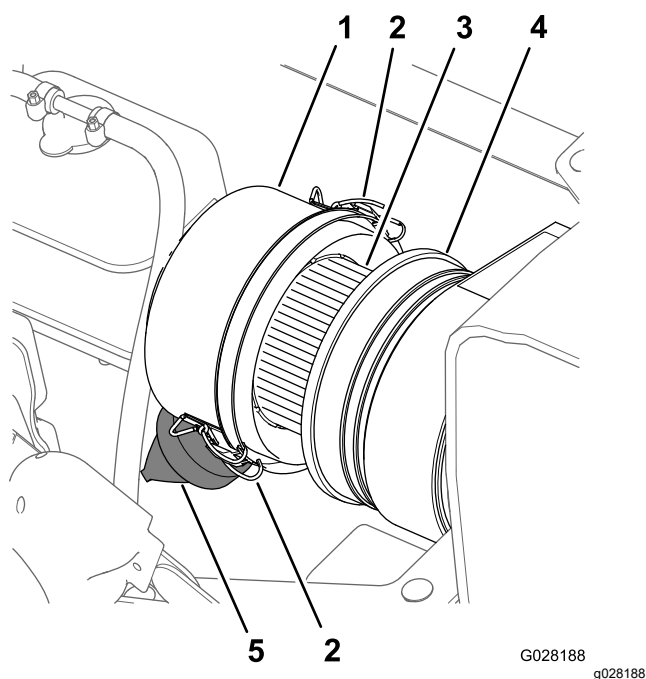
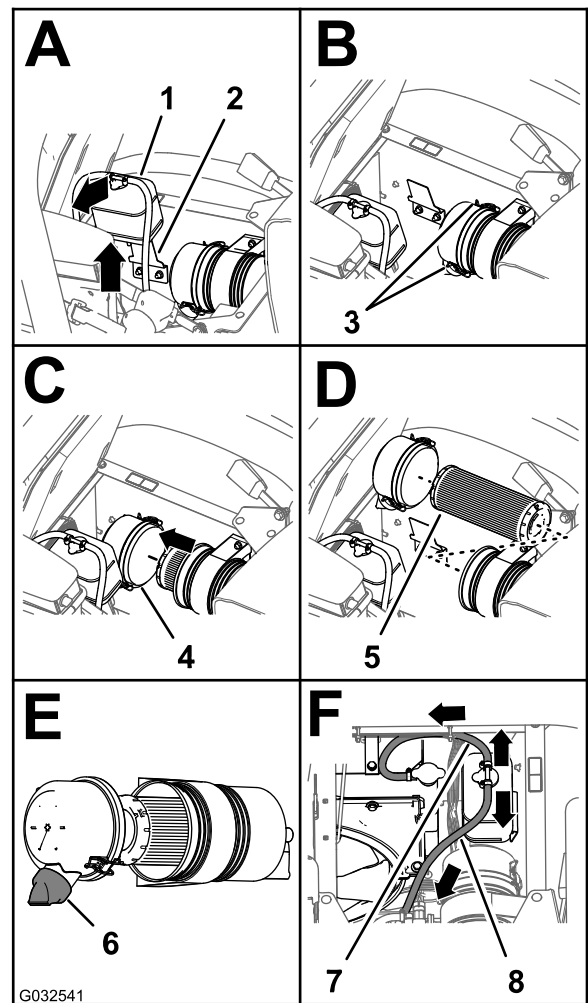

Figura 110
Figura 111
3. Limpie el tapón guardapolvo y el cuerpo del limpiador de aire (Figura 110).
4. Inspeccione la carcasa del limpiador de aire en busca de daños que pudieran causar una fuga de aire (Figura 110).
5. Apriete la válvula de polvo para limpiarla de suciedad, polvo y residuos (**Figura 110**).
7. Compruebe si el elemento del filtro de aire tiene una acumulación excesiva de suciedad, polvo y residuos (**Figura 110**).
8. Instale el tapón guardapolvo en el cuerpo del limpiador de aire, y sujete el tapón con los 2 enganches (**Figura 110**).
2. Limpie el tapón guardapolvo y el cuerpo del limpiador de aire (**Figura 110**).
3. Levante el depósito de expansión del refrigerante y retírelo del soporte del depósito (**Figura 111**).
4. Abra los dos enganches que sujetan el tapón guardapolvo a la carcasa del limpiador de aire (**Figura 111**).
6. Limpie el interior del tapón guardapolvo, la carcasa del limpiador de aire y la válvula de polvo con un trapo húmedo (**Figura 110** y **Figura 111**).
7. Instale el elemento del filtro de aire en la carcasa del limpiador de aire (**Figura 111**).
8. Instale la tapa sobre el cuerpo del limpiador de aire y sujétela con los 2 enganches (Figura 111).
Nota: Asegúrese de que la válvula de polvo está alineada a una posición entre las 5 y las 7, vista desde el extremo (Figura 111).
9. Alinee el depósito de expansión del refrigerante con el soporte del depósito y coloque el depósito firmemente (Figura 111).
Importante: Asegúrese de que la manguera de alivio de presión está enrutada hacia delante y hacia abajo, y que la manguera de ventilación está enrutada hacia atrás, según se muestra en Figura 111.